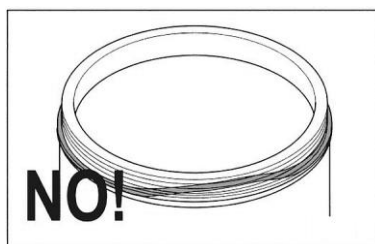

Fig. 32
2. Fig. 32 viser en forkert installeret tætning; i dette tilfælde er tætningen IKKE korrekt fordelt over hele kanten af beholderen.